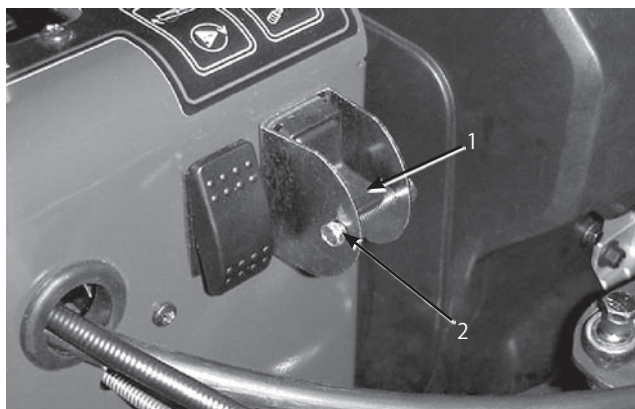

図30
3. セレクタ・スイッチのロック用キャップスクリューとナットを外す (図30)。